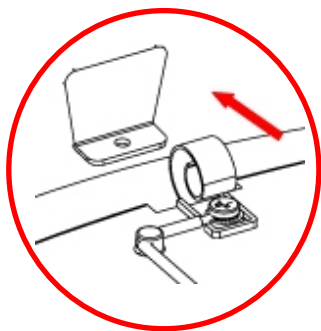

Fig. 4
- Extrair a carcaça com cuidado, pois está unida à base por um separador que encaixa ambos os conjuntos na sua parte traseira (Fig.4).